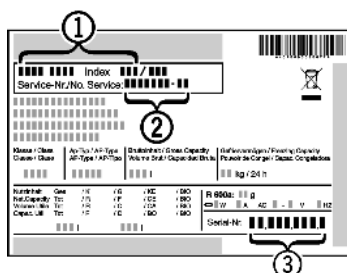

Fig. 7
► A készülék megnevezését Fig. 7 (1), a szerviz- Fig. 7 (2) és sorozatszámot Fig. 7 (3) a típustábláról olvassa le. A típustábla a készülék belsejében baloldalon található.
- Értse a vevőszolgálatot a hibáról, és adja meg nekik a készülék megnevezését Fig. 7 (1), a szerviz- Fig. 7 (2) és a sorozatszámot Fig. 7 (3).